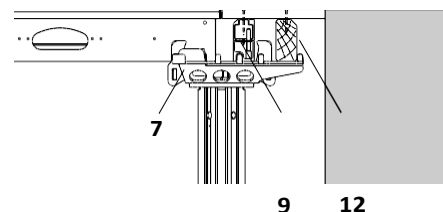

Fig. A5.04
- Към комбинираната глава SCK (7) в надлъжно направление. (Fig. A5.04)
- Към комб. глава SCK. (Fig. A5.04)